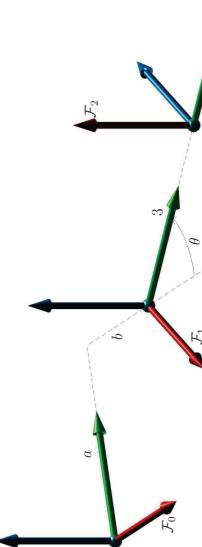

FIGURE 6.4 – Exercice 6.1(c).
- (c) Dans le cas des trois référentiels montrés à la figure 6.4, trouver les matrices suivantes :